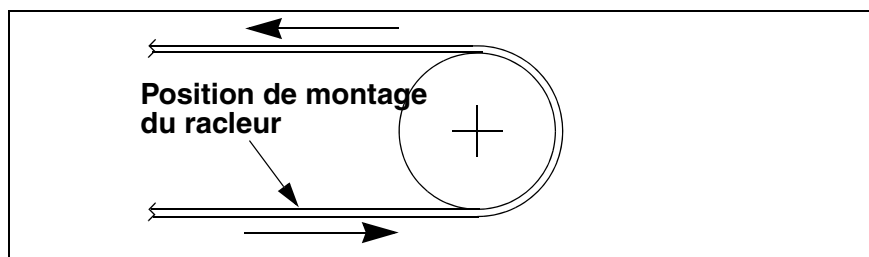
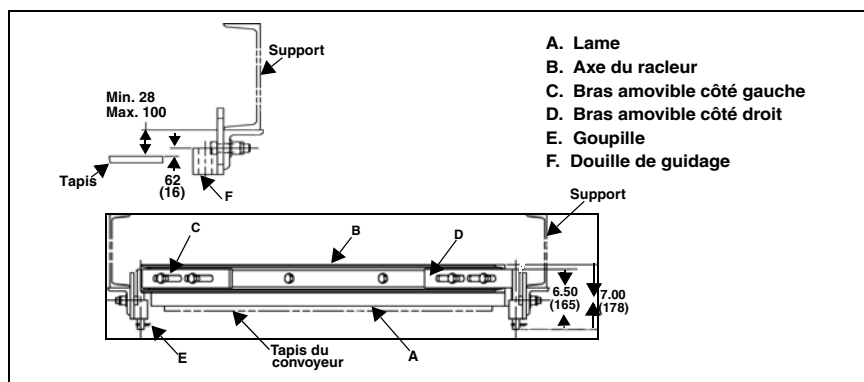

Figure 1: Position du racleur par rapport au tambour de queue
Figure 3: Demontage de la lame
1. Glissez le racleur sur le brin de retour du convoyeur, le plus près possible du tambour de queue. La partie du tapis devra être tendu à cet endroit sinon elle devra être supportée par un rouleau. (cfr. fig. 1.) (La position du brin de retour par rapport à la structure du convoyeur est représentée à la figure 3).
5. Figure 3: ajustez chaque douille de guidage, de manière à ce que la face supérieure de la douille se situe à 16 mm au-dessus de la surface de la bande. (cela correspond à 38 mm de hauteur d'usure pour la lame.)
1. Desserrez les 4 vis (et leur contre écrou) qui relient l'axe (B) et la lame (A, fig. 3), aux bras de fixation (C, D).
2. Retirez les chevilles (E).
3. Introduire les chevilles dans les douilles de guidage (F).
3. Ajustez si nécessaire la tension entre la bande et la lame du racleur.. Si la lame n'est plus en contact avec la bande et si les supports sont en bout de course (C et D, fig. 3) sur les guides (F) procédez comme suite:
- a. Retirez la vis à tête hexagonale, la rondelle et le contre-écrou. La lame (A) et l'axe (B) sont désolidarisés de leur support.